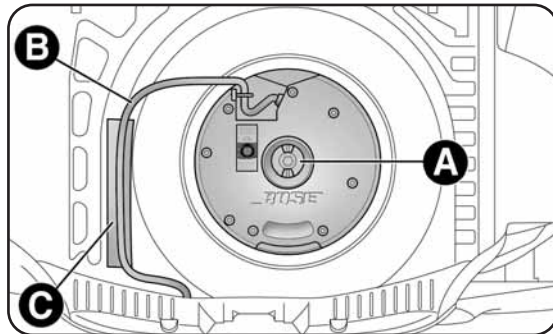

fig. 8
- dévisser le dispositif de blocage A-fig. 8, soulever le Subwoofer, puis déposer le câble de connexion B du velcro C ;
- appuyer le câble B-fig. 8 au velcro C pour éviter de le pincer. Puis, visser le dispositif de blocage A-fig. 8. Abaisser le tapis de revêtement du coffre à bagages.
- en utilisant la clé fournie, serrer à fond les boulons selon l'ordre représenté sur la fig. 8 ;